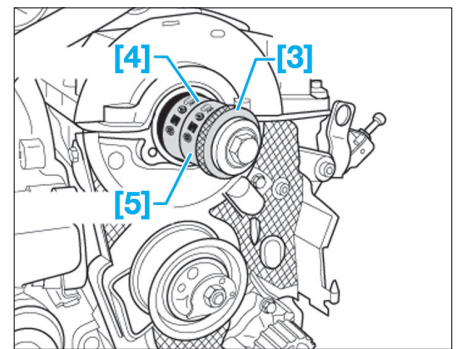

Fig. 66
- [3]. Outil de repose de joint de sortie d'arbre à cames (ref. T20081B/1) (Fig.66).
- [4]. Outil de repose de joint de sortie d'arbre à cames (ref. T20081B/3) (Fig.66).
- [5]. Outil de repose de joint de sortie d'arbre à cames (ref. T20081B/5) (Fig.66).
La repose de la bague d'étanchéité d'arbre à cames doit être réalisée méticuleusement. Cette opération nécessite impérativement l'outil [3], [4] et [5] avec une vis M12 x 65, car cette bague d'étanchéité ne doit pas être frappée et possède des surfaces d'appui bien précises destinées à recevoir le mandrin au montage (Fig.66). Avant la repose, la lèvre de la bague d'étanchéité ne doit pas être lubrifiée et la portée de l'arbre à cames doit être soigneusement dégraissée. Enfin pour éviter de détériorer la lèvre de la bague, recouvrir la gorge de l'extrémité de l'arbre à cames avec un ruban adhésif.